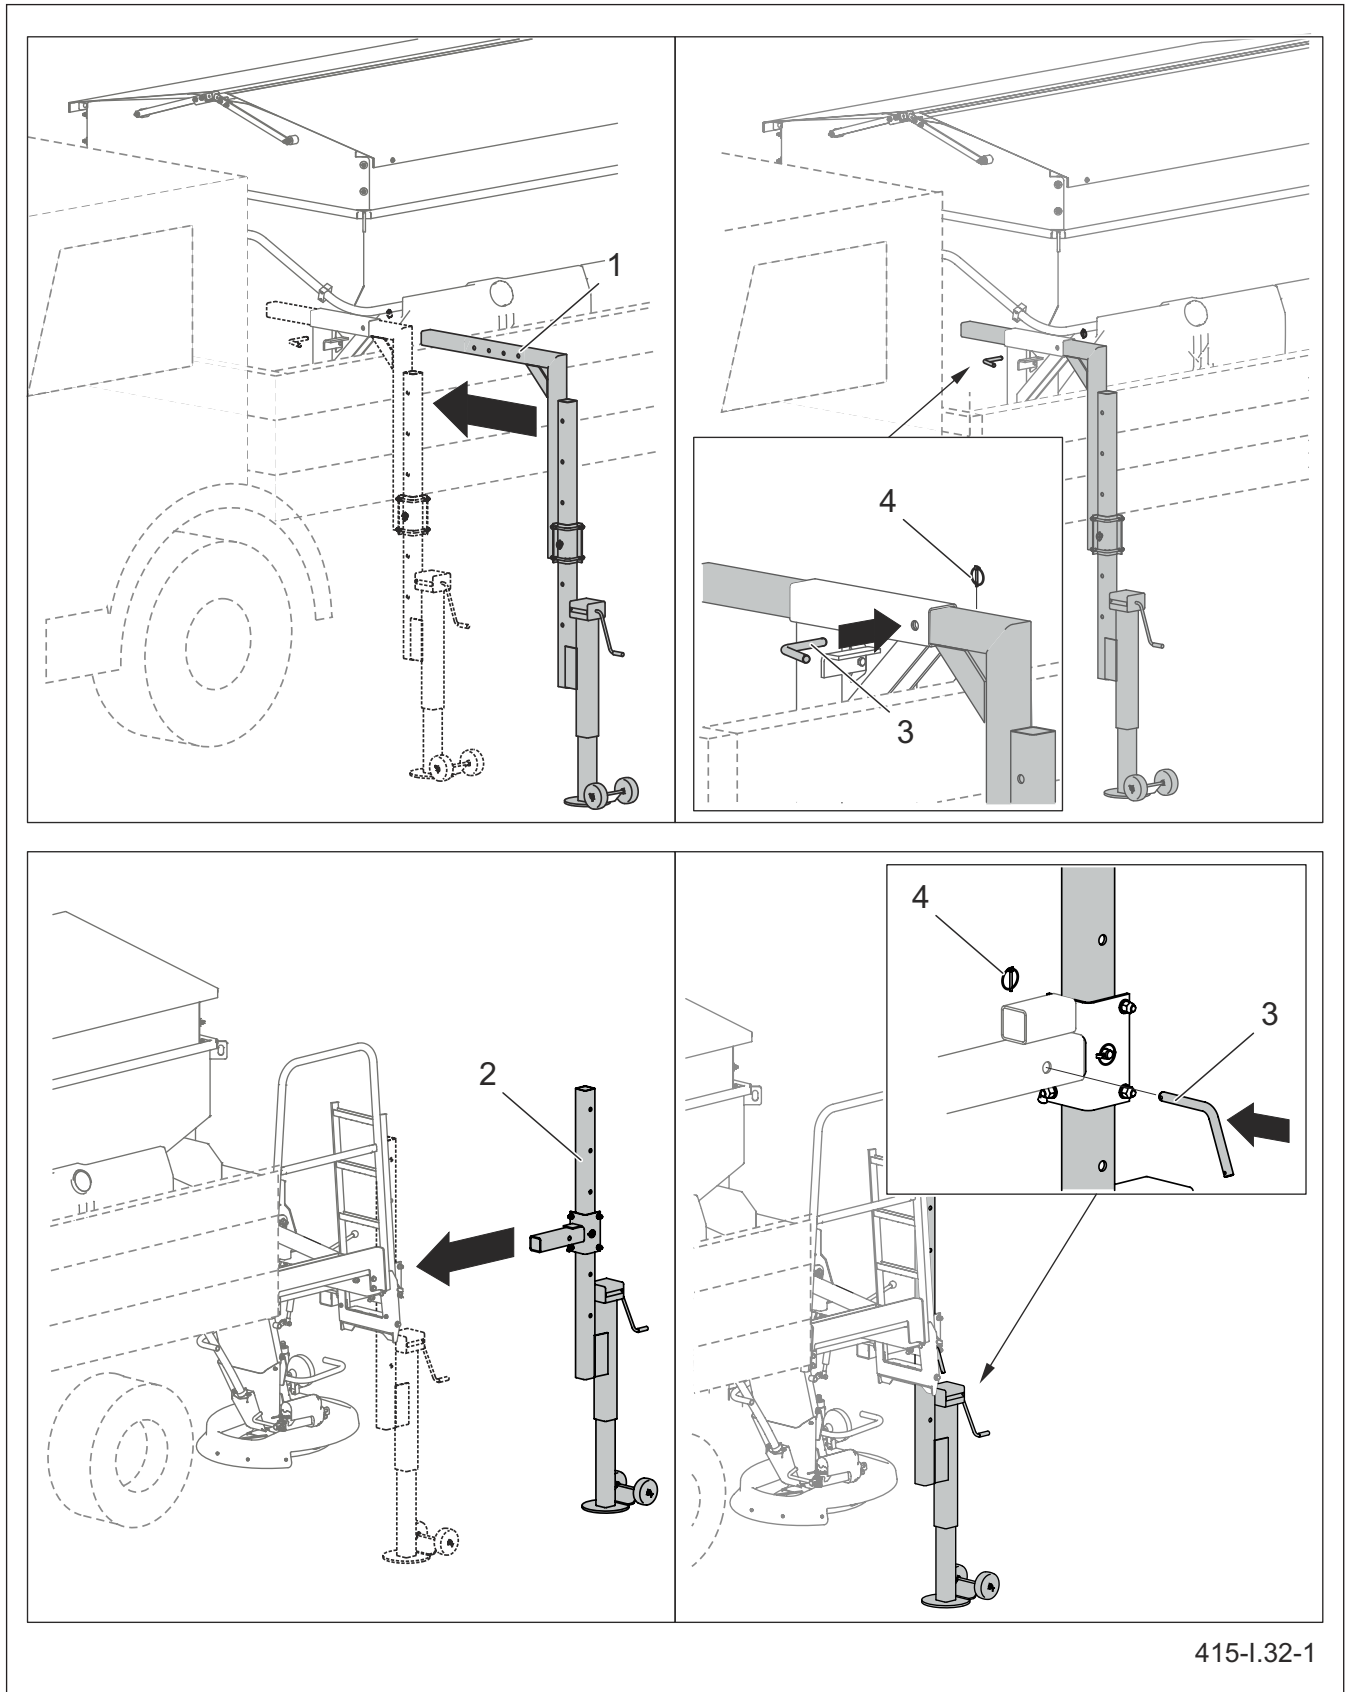

Рисунок 5.30 Монтаж стояночных опор
- Установить передние (1) и задние (2) стояночные опоры (рисунок 5.30) и заблокировать шплинтами (3) и чеками (4).